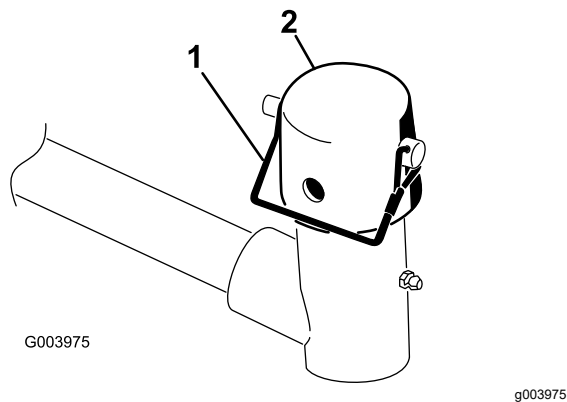

Рисунок 9
8. Снимите стопорный штифт и крышку с вилки шарнира подъемного рычага (Рисунок 9).
Примечание: При необходимости поворота режущего блока используйте паз; при необходимости фиксации режущего блока используйте отверстие (**Рисунок 9**).